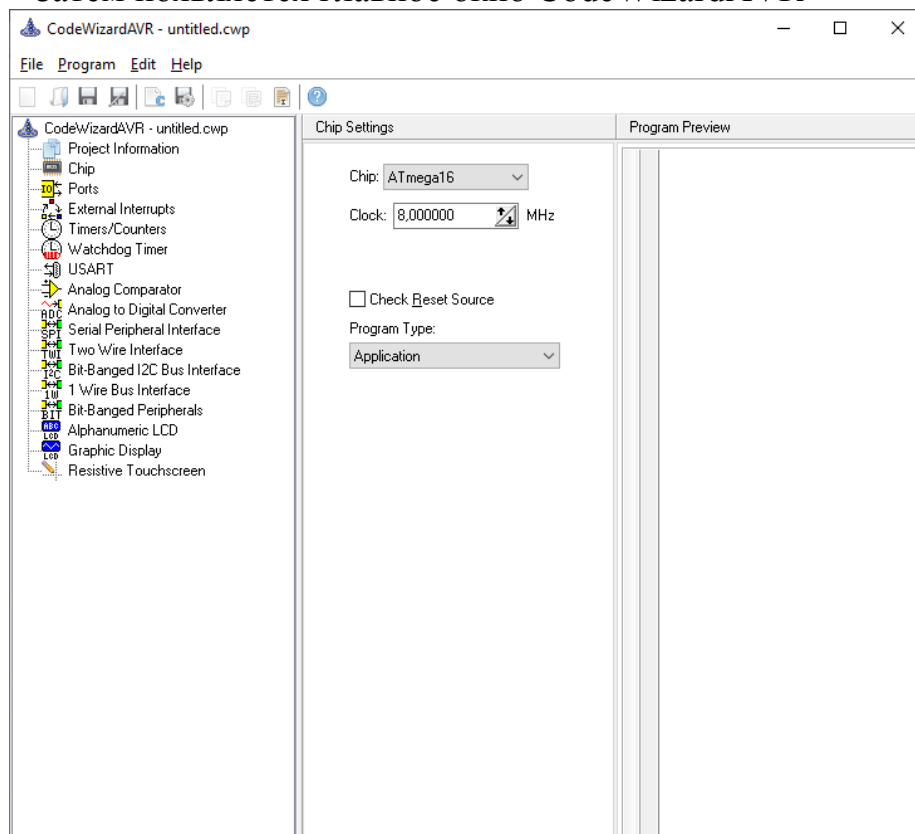

Рисунок 1.3 – Окно помощника CodeWizardAVR
- Настройка микроконтроллера и тактовой частоты осуществляется из основного окна CodeWizardAVR (см. рис. 1.3). Выберите МК (Chip) **ATmega16**, и установите частоту тактирования МК (Clock) **1,0 МГц**